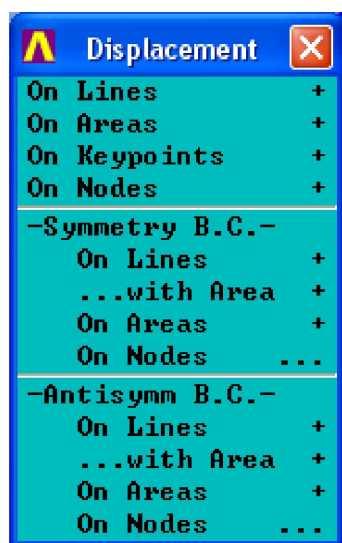

Рис. 3.15. Панель задания перемещений
1. Выбрать в меню (рис. 3.15) тип объекта (Line, Areas и т.д.).